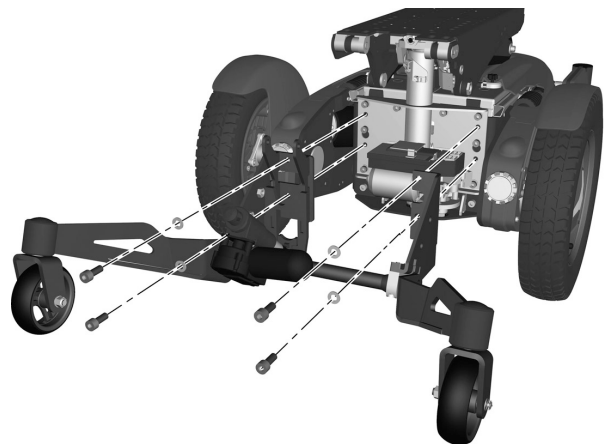

Abbildung 38. Stützradereinheit
5. Stützradereinheit abmontieren. Sie ist mit vier Schrauben und Unterlegscheiben befestigt. Siehe Abbildung. 38.
1. Stützradereinheit mit Hilfe der vier Schrauben und Unterlegscheiben montieren. Siehe Abbildung. 38.